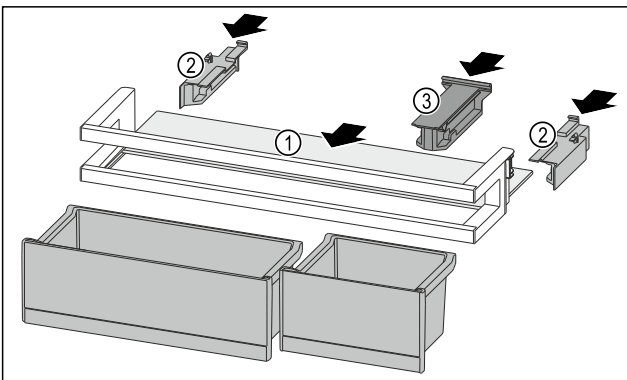

Fig. 121
- ▶ Abstellfläche Fig. 121 (1) in die seitlichen Aussparungen einschieben.
- ▶ Seitenteile Fig. 121 (2) einsetzen.
- ▶ Halteteil Fig. 121 (3) einsetzen.